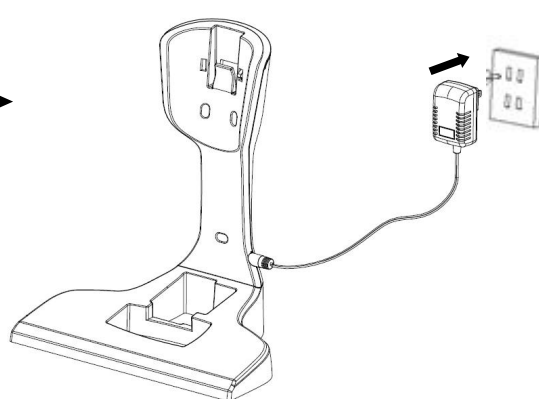

Fig. 5-1b
5.2 Insérez la grande extrémité de l'adaptateur dans la prise de courant, puis connectez bien la source d'alimentation (voir Fig. 5-1b).